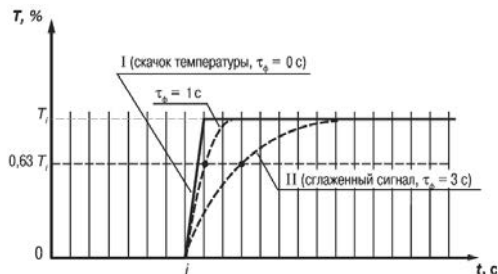

Рисунок 3.4
3.2.4.3 Во-вторых, фильтр устраняет шумовые составляющие сигнала, осуществляя его экспоненциальное сглаживание. Основой характеристикой экспоненциального фильтра является постоянная времени τ_ϕ – интервал, в течение которого сигнал достигает 0,63 от значения каждого измерения T_i (рисунок 3.4).